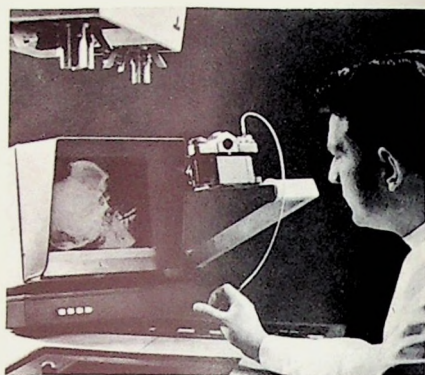

Bild 3. Elektronisches Subtraktionsgerät; Kamerahalterung am Sichtgerät
k) Röntgenbilder werden durch nachträgliche Bearbeitungsvorgänge (elektronisches Subtraktionsgerät mit Harmonisierungseinrichtung von Siemens, Bild 3; Fernsehbearbeitungsanlage von